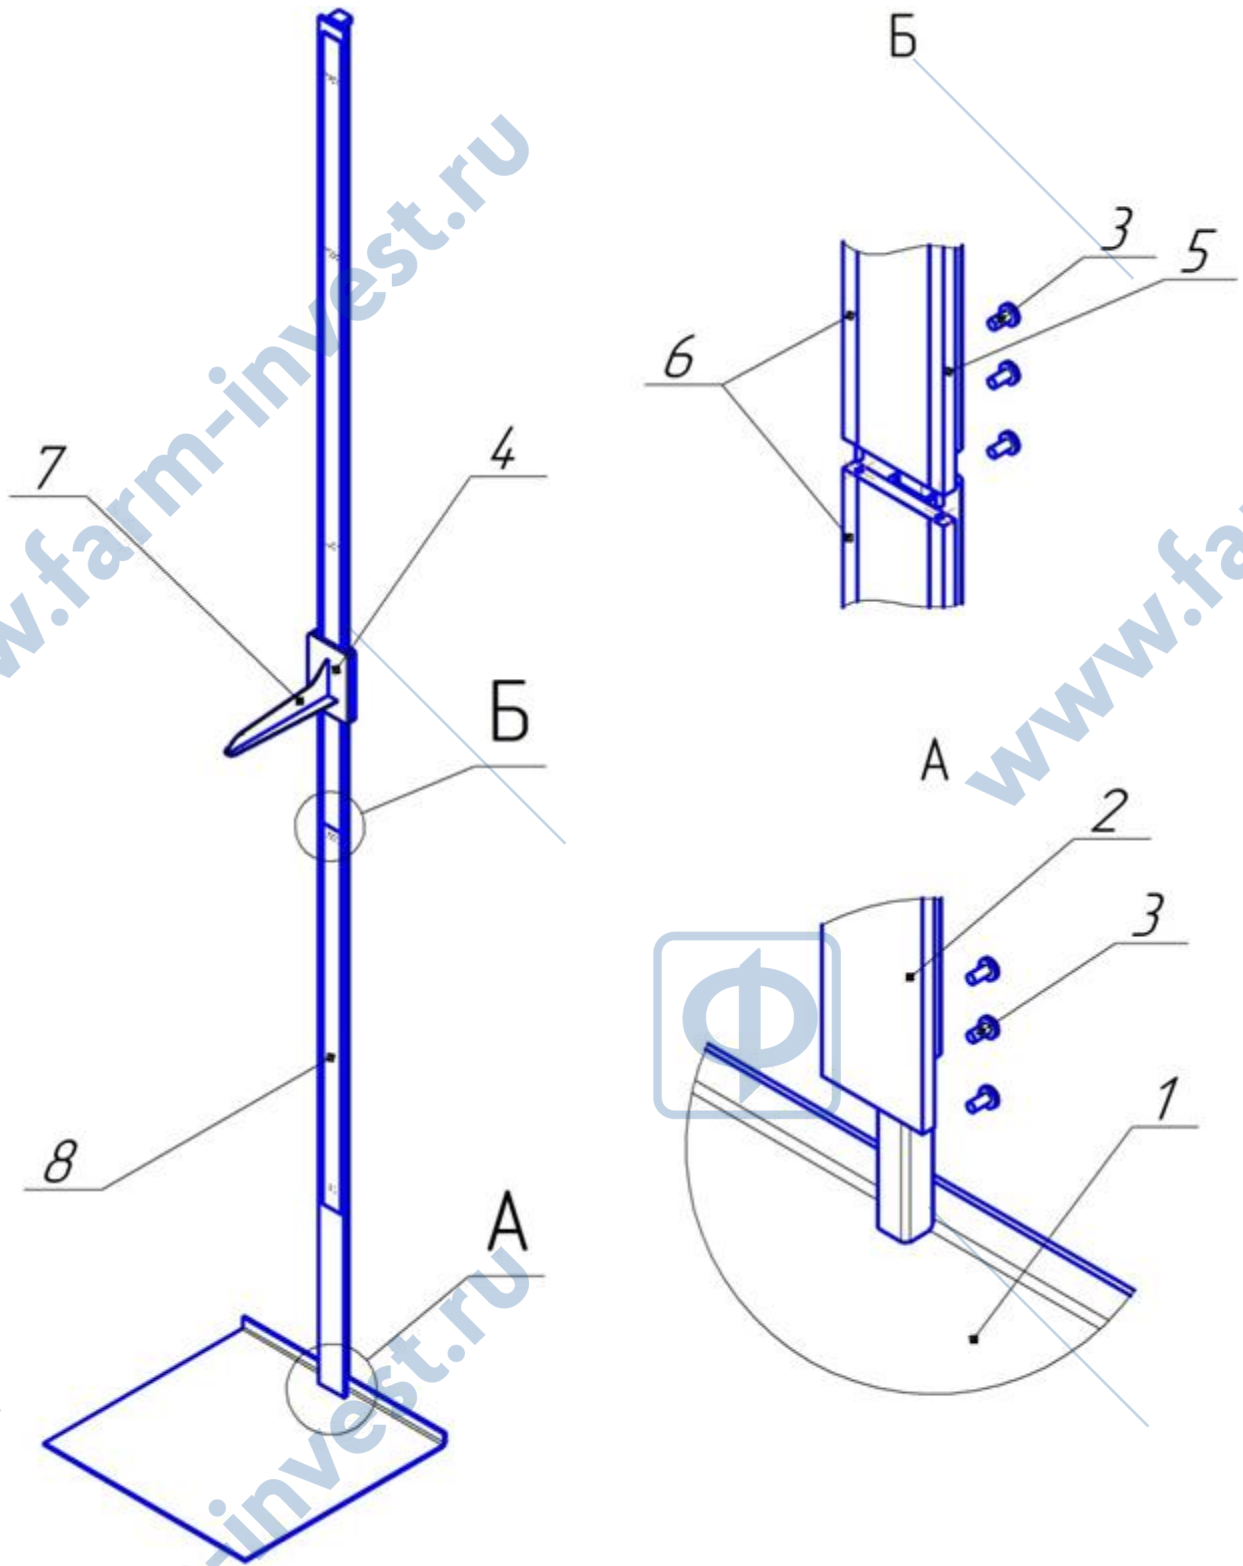

Рисунок 3. Схема сборки ростомера РП (эконом)
2.2.3 Выберите место предполагаемого размещения ростомера. Установите основание 1 (рис.3) на прочную ровную поверхность, не подвергаемую вибрации.
2.2.4 Установите штангу нижнюю 2 (измерительная лента на штанге начинается с 80 см) на основание 1, совместив отверстия на штанге с отверстиями на стойке основания (см. вид А рис.3). Закрепите штангу нижнюю 2 со стойкой основания тремя винтами 3 (М4х8 DIN 7985).
2.2.6 Соедините штангу верхнюю 5 со штангой нижней 2 (вид Б рис.3), совместив все отверстия штанги верхней с отверстиями в пластине измерительной шкалы 6, закрепите штангу верхнюю тремя винтами 3 (М4х8 DIN 7985).
2.4.5 Переместите ползун 4 (см. рис.3), чтобы планка мерная 7 находилась выше роста пациента.